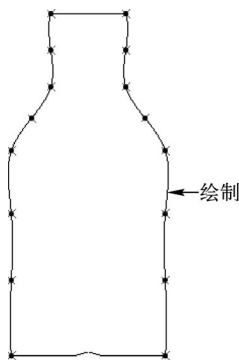

图 2-78 绘制右侧样条曲线
STEP 04 用与上述同样的方法，创建右侧的样条曲线，单击鼠标中键，完成样条曲线的绘制，效果如图 2-78 所示。